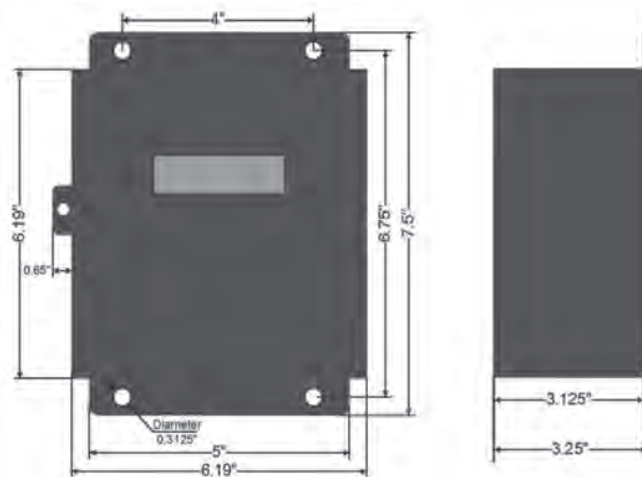

Figure 1 - Dimensions des boîtiers en acier
| Figure 1 : Dimensions des boîtiers en acier .....                                 | 49 |
1. en acier reconnu par le Joint Industrial Council (JIC) pour les installations intérieures (figure 1);